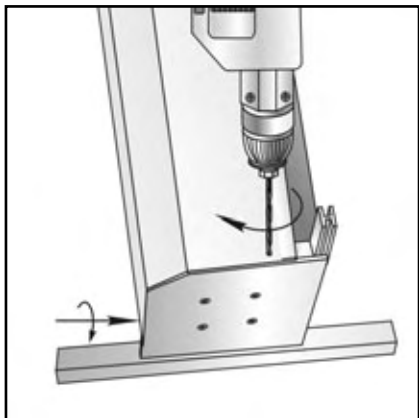

рис. 7
4.2.5. Разметить и сверлить совместно отверстия $\varnothing 4,2$ мм в передних отбортовках крышек боковых и крышке короба (по два отверстия с каждой стороны короба) для последующей установки заклепок (рис.7).